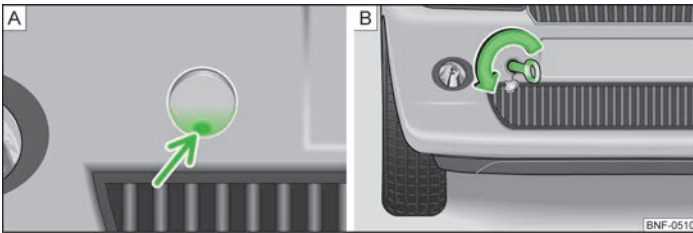

Fig. 118 Bara de protecție față: Capacul / montarea cârligului de tractare
- Apăsați în partea de jos a capacului (săgeată) » fig. 118 - **A**, pentru a slăbi blocarea capacului.
- Înșurubați manual cârligul de tractare, în sensul săgeții, până la limită » fig. 118 - **B**. Pentru strângere cârligului, vă recomandăm să folosiți de exemplu cheia de roți, cârligul de ancorare al unui alt autovehicul sau un alt obiect asemănător, pe care să îl puteți introduce prin cârlig.